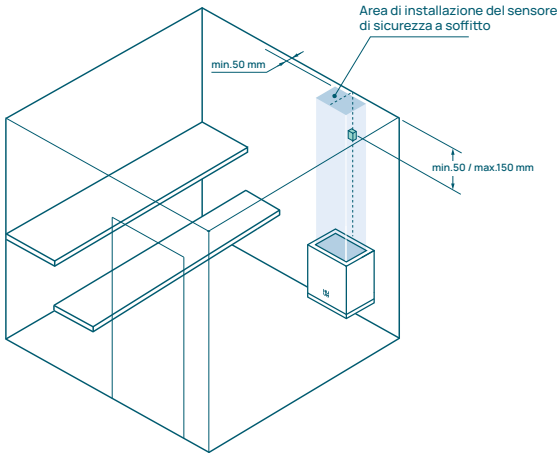

Figura 1. Posizionamento del sensore di temperatura/sicurezza.
* - Le distanze minime di sicurezza dal soffitto sono valide solo se il sensore di temperatura/sicurezza è posizionato nell'area designata sulla parete o sul soffitto come indicato nella Figura 1.
* - Le distanze minime di sicurezza dal soffitto sono valide solo se il sensore di temperatura/ sicurezza è posizionato nell'area designata sulla parete o sul soffitto come indicato nella Figura 1.